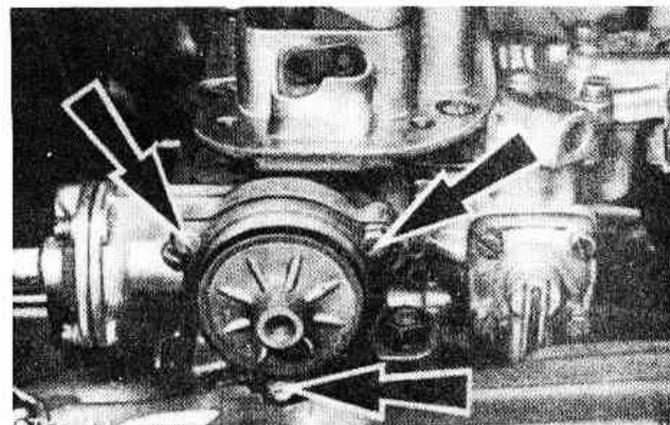

Рис.3.68. Винты крепления корпуса (Разд.28)
3. Выверните три винта, снимите крышку воздушной заслонки и отделите ее от карбюратора. Для получения доступа к нижнему винту будет необходимо соответствующим образом изогнуть отвертку (Рис.3.68).